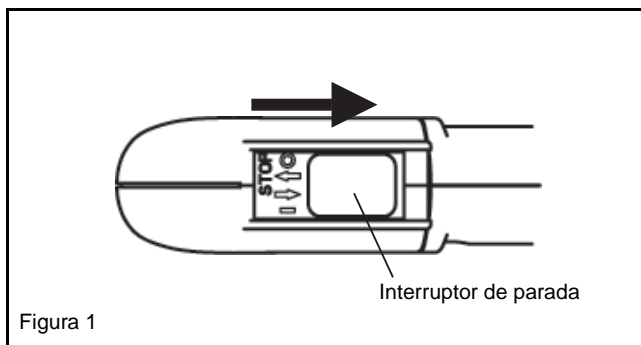

Figura 1
- (1) Coloque a máquina em um lugar plano.
- (2) Coloque o interruptor de parada na posição "I" (Figura 1).